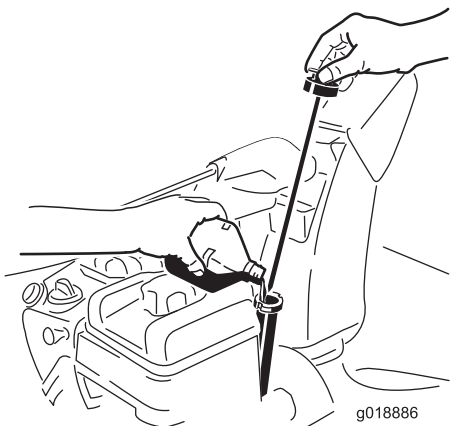

Figure 34
2. Ressortez la jauge et contrôlez le niveau d'huile (Figure 34). Faites l'appoint si le niveau est en dessous du repère « Add » sur la jauge. Voir Vidange de l'huile moteur (page 21).